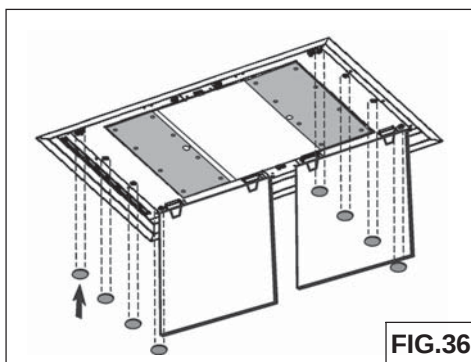

FIG.36
2. Mettez les (8) bouchons rondes. See Fig.36.